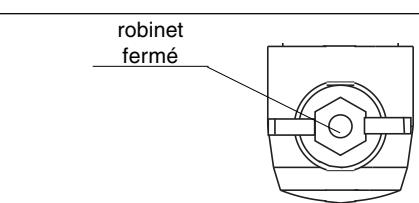

**Fig. 58**
- antigel (fig. 58): lorsque la température de l'eau de la chaudière descend au-dessous des valeurs de sécurité, le circulateur et le brûleur s'activent à la puissance minimum pour ramener la température de l'eau à la valeur de sécurité (35 °C). Le symbole ☃ s'éclaire sur l'afficheur.